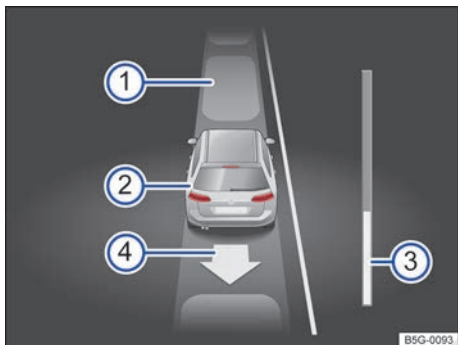

Fig. 151 En la pantalla del cuadro de instrumentos: desaparcar de un hueco en línea.
Leyenda de la fig. 151:
6.	Retroceda hasta que suene la señal continua del ParkPilot O BIEN: hasta que en la pantalla del cuadro de instrumentos aparezca la indicación de dar marcha adelante. La barra de progreso ⇒ fig. 151 ③ sirve como indicación de la distancia que hay que recorrer ⇒ pág. 218.